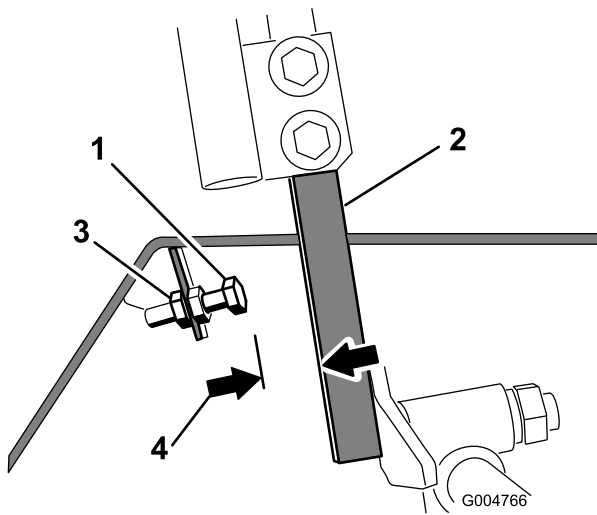

Figure 92
- Desserrez l'écrou de blocage sur le boulon d'arrêt de l'un des leviers de commande (Figure 92).